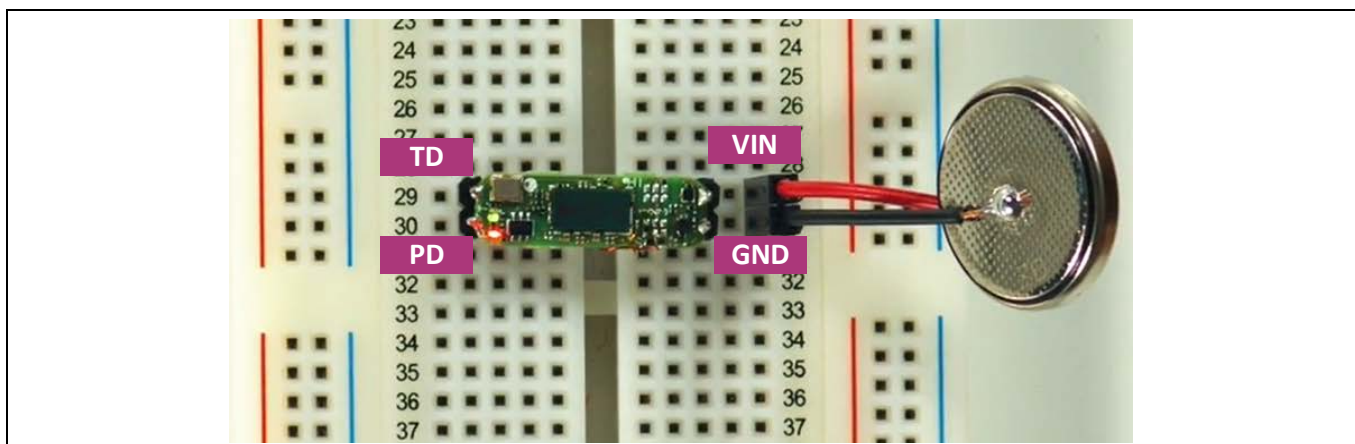

Figure 20 バッテリー電源と独立して動作するレーダーシールド
BGT60LTR11AIP 自律シールドは、端面スルーホールの VIN、GND ピンに電源を供給するバッテリーで独立して動作し、ターゲットの動きに応じて TD (TDet) および PD (PDet) 端面スルーホールで内部検出器出力を生成します。Figure 20 に示すように、出力信号 TDet と PDet は LED に接続され、ターゲットの動き (TD) と動きの方向 (PD) に応じて点灯します。